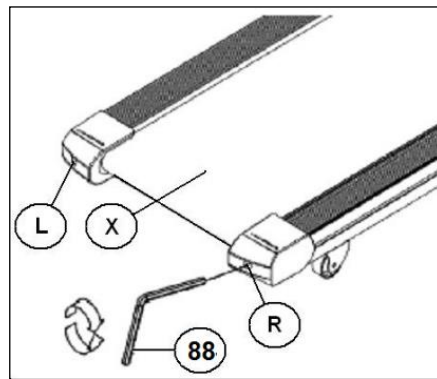

Рис. 7
Опустите монитор так, чтобы он был параллелен рулю, рис.7.
1. Нажмите на рычаги (B), расположенные на верхней части вертикальных стоек, и опустите руль, как показано на рис.7.
2. Наступите на складной рычаг (39) и опустите вертикальные стойки, рис.7.
3. Отсоедините кабель, снимите кронштейны (45) и поднимите тренажер, рис.7.